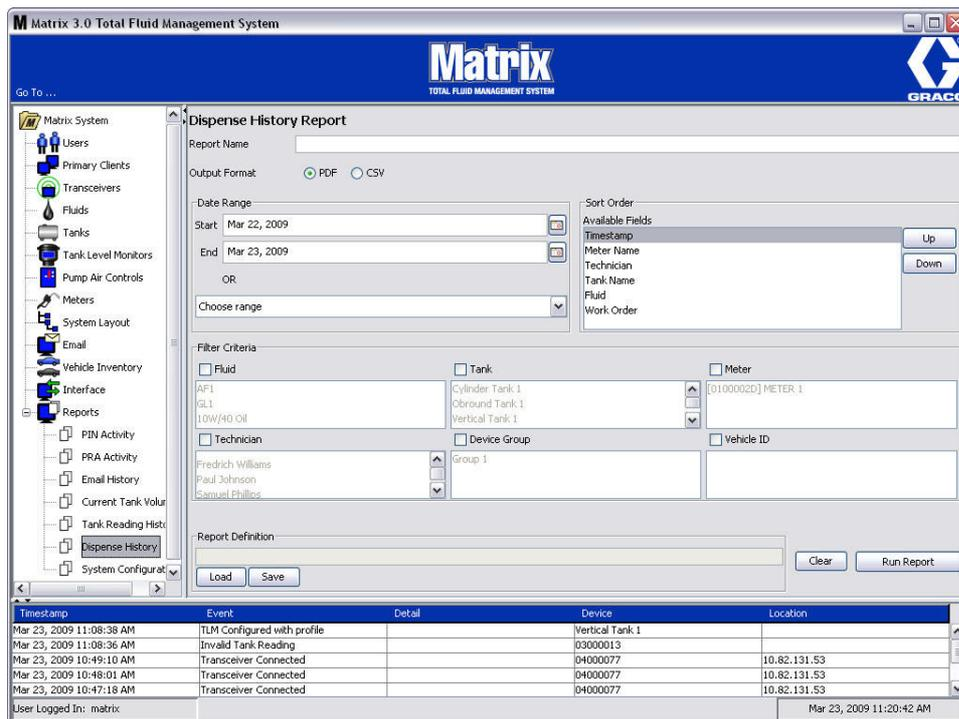

ABB. 177
• **Abgabeverlauf (ABB. 177)**